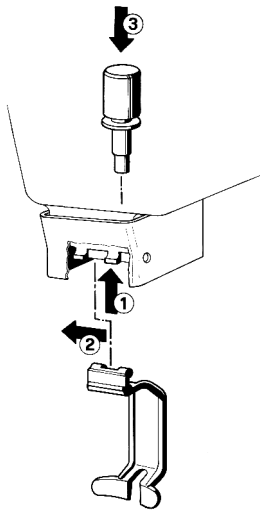

figura 13
- 2 - Montare (1-2) la leva di comando rubinetto e quindi infilare (3) il pistone dotato della propria guarnizione (vedere figura 13).